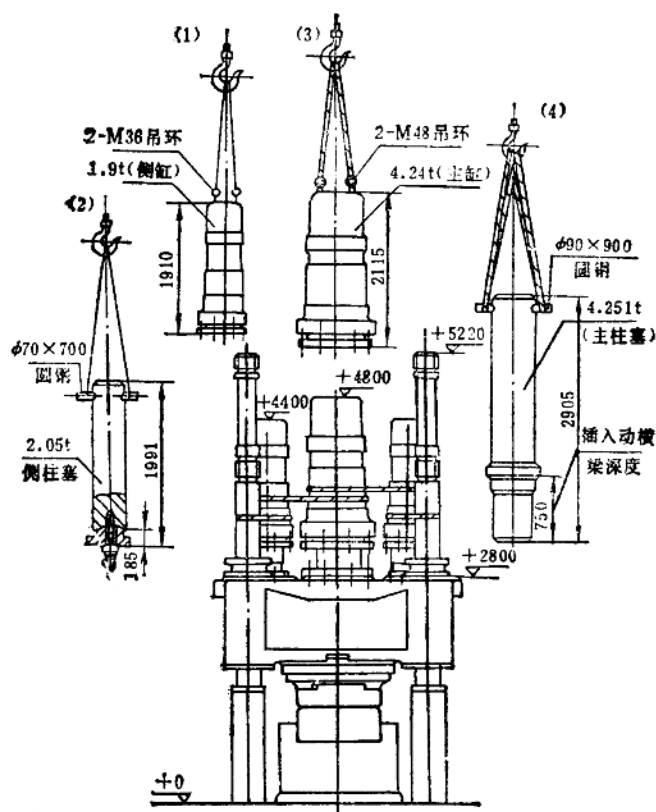

图13-2-20 拆吊主侧工作缸及柱塞
4) 拆吊主、侧工作缸及柱塞: 如图 13-2-20 所示, 先拆吊侧缸体, 行车要吊平稳, 松去安全绳, 缓慢拉提, 提升 1m 左右后停止, 待侧柱塞用安全绳固定后, 方可将侧缸吊出。接着起吊侧柱塞, 此前要先拆去球形座与活动横梁的连接螺栓。